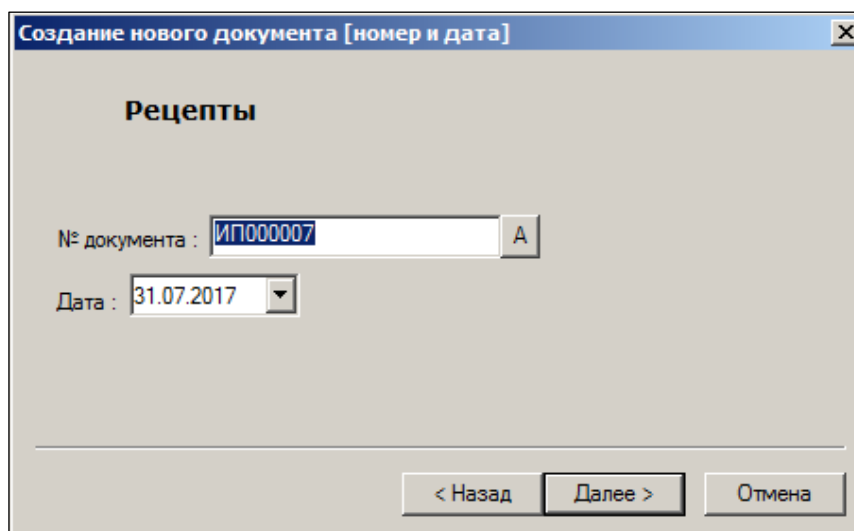

Рисунок 14 – Создание нового документа «Рецепт» (2)
3. Номер документа и дата создания задаются автоматически: номер формируется по правилам, определенным ТС, в качестве даты задается текущая дата. При необходимости возможно изменить номер документа и дату создания (Рисунок 14); нажать кнопку **Далее**.